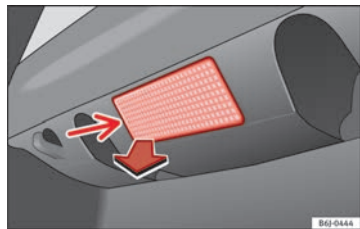

Abb. 200 Gepäckraumleuchte*
- Das Lampenglas der Glühlampe durch Druck mit einem Schraubendreher auf dessen Unterseite (Pfeil) abnehmen ⇒ Abb. 200.